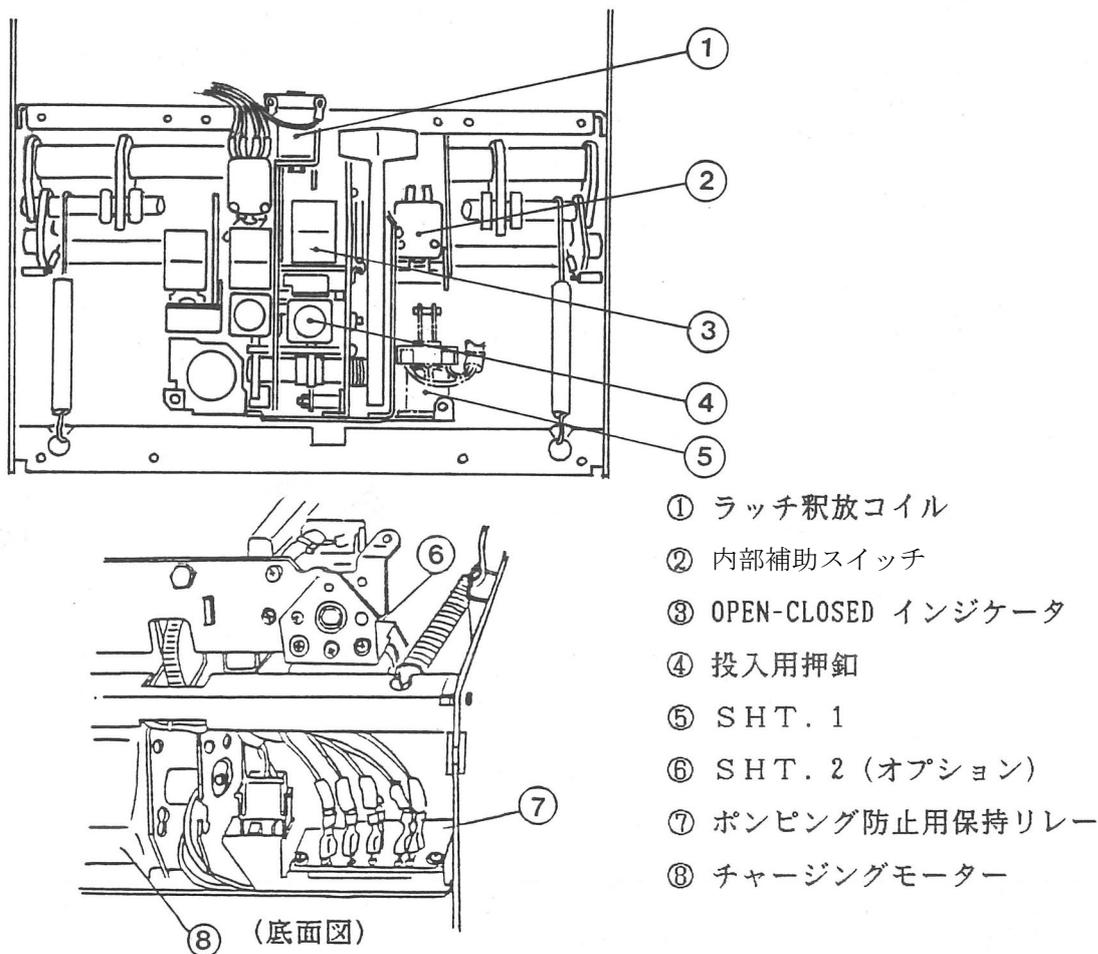

図 4 5. 内部付属装置配置図
①②⑤⑥⑦のユニット部品についてのみ、点検または交換して下さい。ラッチ釈放コイル（LRC）や電圧引外し装置（SHT）動作確認は、フロントカバー、機構部保護カバーを外したまま、投入スプリングの蓄勢、遮断器の開閉を行いますので、下記の項目にご注意下さい。
- 注 1. 投入用押釦とOPEN-CLOSEDインジケータ（図 4 5 参照）の間に手指や工具等を入れないで下さい。遮断器が投入したとき、ギャップがなくなり手指や工具を挟み危険です。